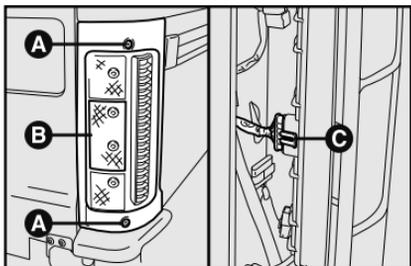

fig. 18
- 1) afloje los 2 tornillos con una llave phillips **A-fig. 18**.